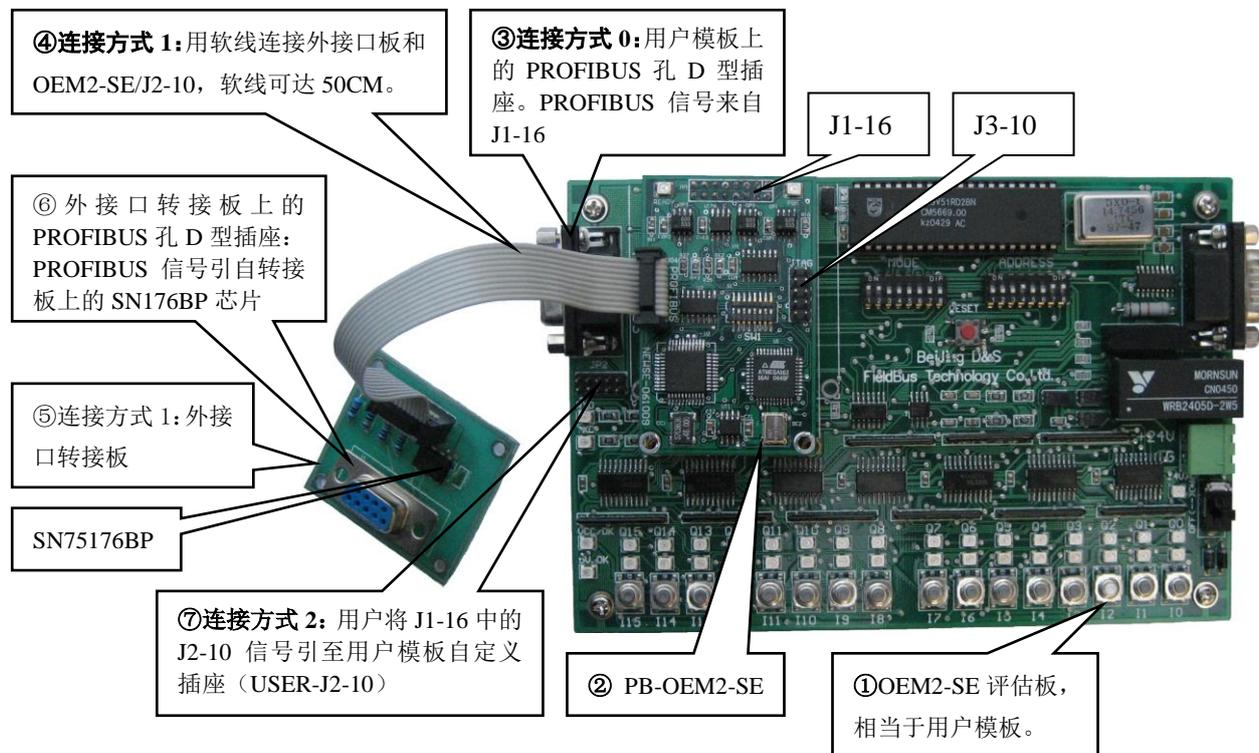
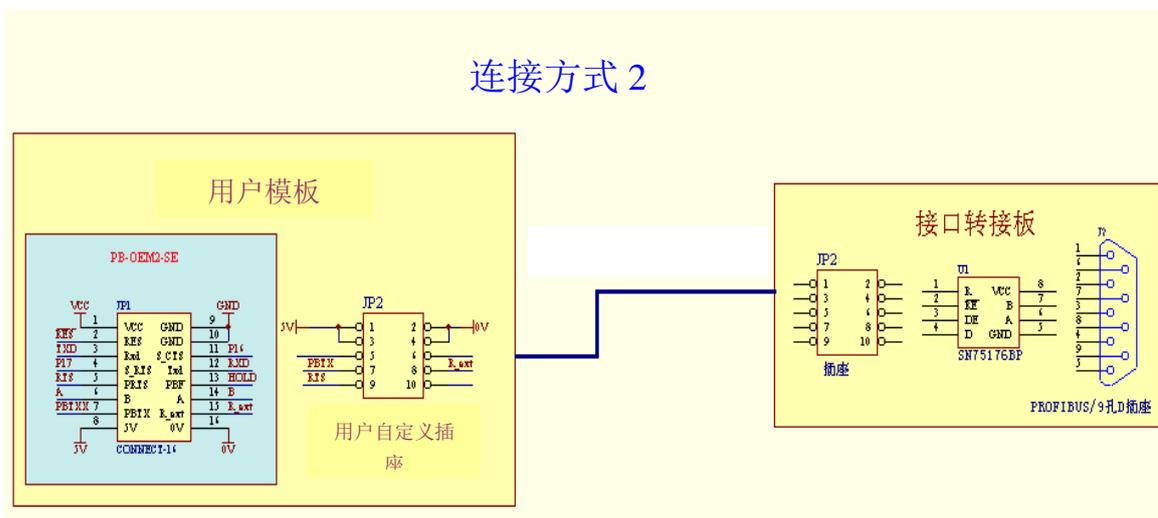

图 3-14 通过软接线将外接口转换板接到 OEM2-SE 的 J2-10
图 3-16 连接方式 2
(4) 连接方式 2
用户将 J1-16 中的 J2-10 信号引至用户模板自定义插座 (USER-J2-10) 使用较长的软线连接到外接口转接板, 见上图 3-14 中注释“⑦ 用户将 J1-16 中的 J2-10 信号引至用户模板自定义插座(USER-J2-10)” 见下图 3-16: 连接方式 2。